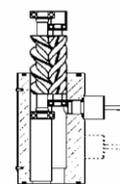

Fig.3
- вставьте комплект шпинделей в измерительный корпус; модель ОМЕ-15 имеет на главном шпинделе сканирование шпинделя (Рис.3)